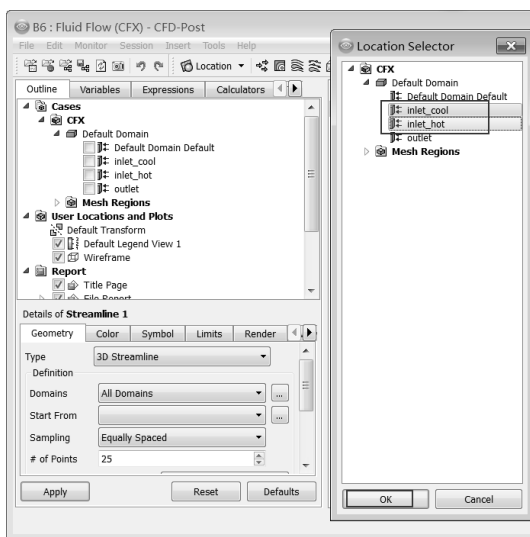

图 17-34 设置流迹线
Step3 在如图 17-34 所示的 Details of Streamline 1 面板的 Start From 栏中选择 inlet_hot 和 inlet_cool 两项,其余默认,单击 Apply 按钮。